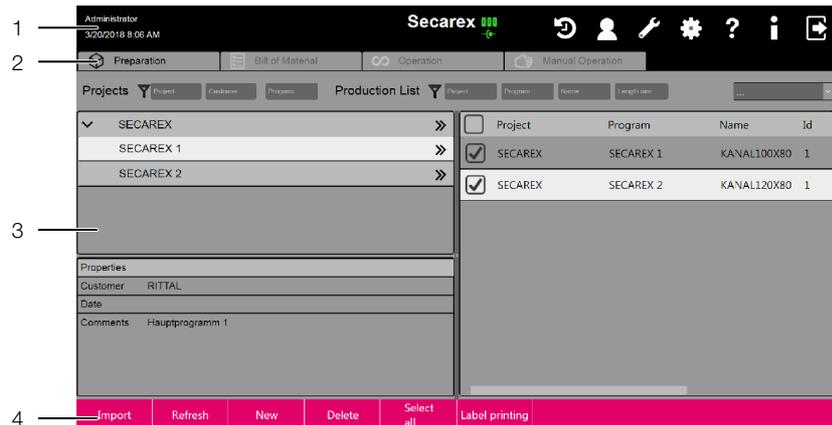

Fig. 6: Struttura delle pagine del display (schermate)
Prima di creare una lista di produzione utilizzando il suddetto database, questo deve essere aggiornato premendo il pulsante «Aggiorna» (fig. 6, pos. 4). Solo allora tutti i progetti del database corrente saranno visualizzati nel software Secarex.